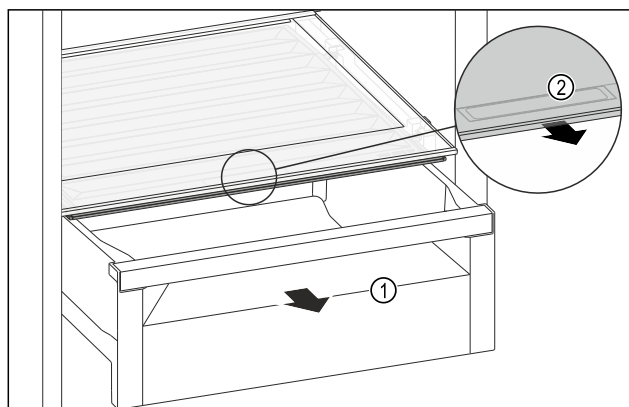

Fig. 145
- Tõmmake sahtel Fig. 145 (1) välja.
- Haarake laekakaanel haardesüvendist Fig. 145 (2) ja tõmmake laekakaant samaaegselt ettepoole välja.